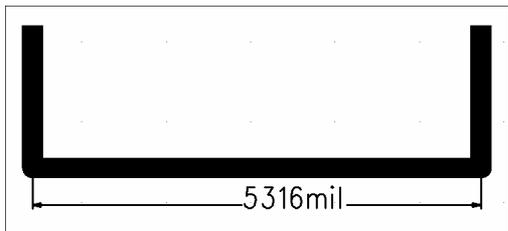

图 13-3 以对象的中心线作为标注端点
(1) 使用中心线 标注时对边缘的选取以对象的中心线作为标注端点, 以引出两个端点的边界, 如图 13-3 所示。